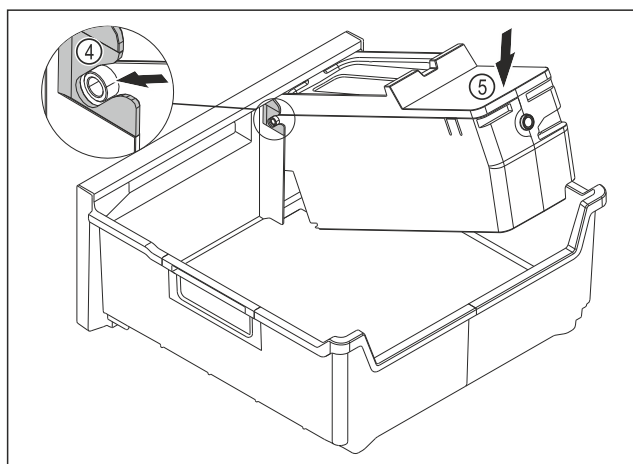

Fig. 95
- ▶ EasyTwist-Ice-corporus monteren: Assen van de EasyTwist-Ice-corporus in de geleidingen Fig. 95 (4) schuiven.
- ▶ EasyTwist-Ice-corporus Fig. 95 (5) achter omlaag drukken.